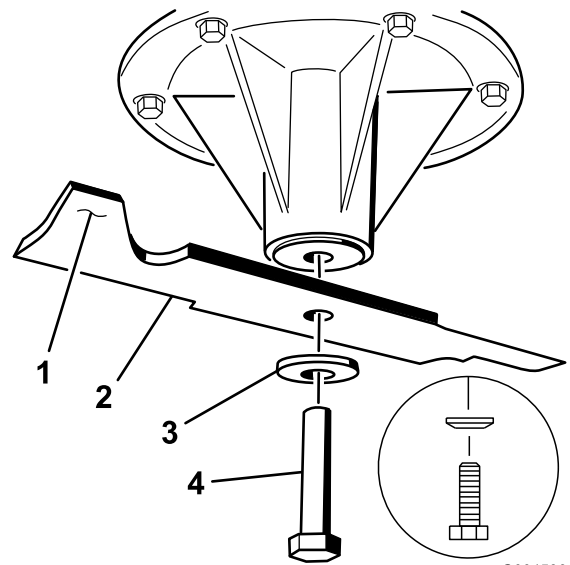

Figure 57
2. Pour les tabliers de coupe de 40 et 48 pouces, enlevez le boulon de lame, la rondelle bombée et la lame de l'axe de pivot (Figure 57).
3. Si la lame reste horizontale, elle est équilibrée et peut être utilisée. Si la lame est déséquilibrée, limez un peu l'extrémité de la partie incurvée seulement (Figure 57)
1. Placez la lame sur l'axe (Figure 57).
Important: Pour obtenir une coupe correcte, la partie relevée de la lame doit être tournée vers le haut et dirigée vers l'intérieur du tablier de coupe (Figure 57).
2. Sur les tabliers de coupe de 40 et 48 pouces, montez la lame, la rondelle bombée et le boulon de lame (Figure 57).